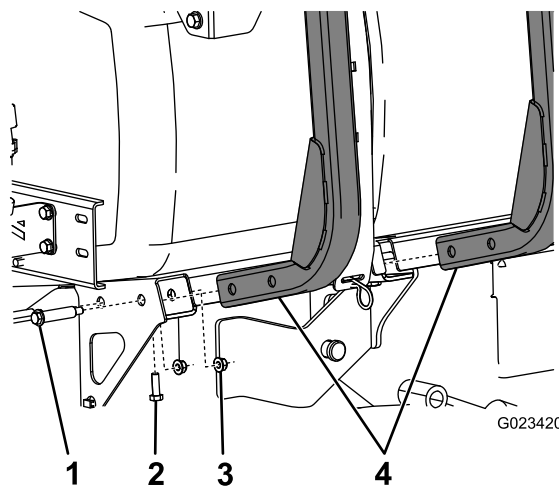

図 2
1. 機体の側部にホースリール・フレーム (2個) を取り付ける；ショルダボルト4本と、フランジナット (5/16 インチ) 4個を使用して図 2 のように取り付ける。